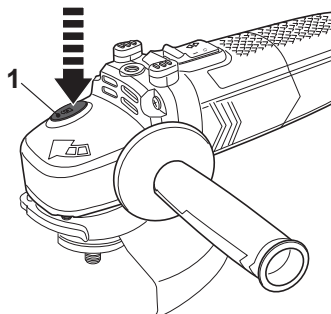
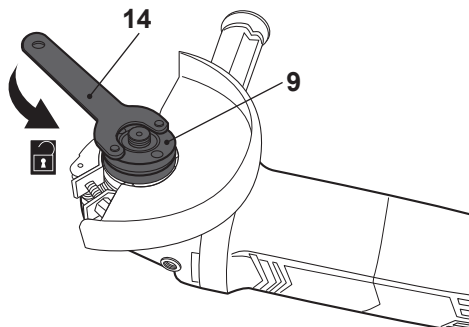

Fig. 10
Fig. 11
> Pressione o botão de bloqueio do veio (1) e gire o veio até que este ficar bloqueado (Fig. 10). > Mantenha o botão de bloqueio do veio (1) pressionado e desaperte o flange de aperto (9) para a esquerda com a chave (14) (Fig. 11).